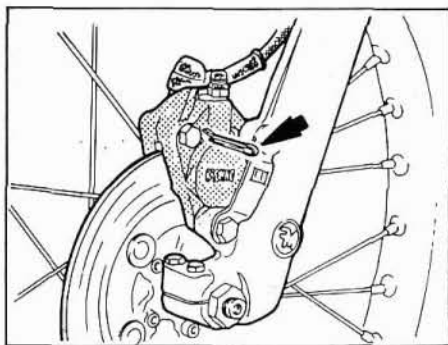

Fig. 35 - Pinza freno.
- smontare le copiglie (Fig. 35);